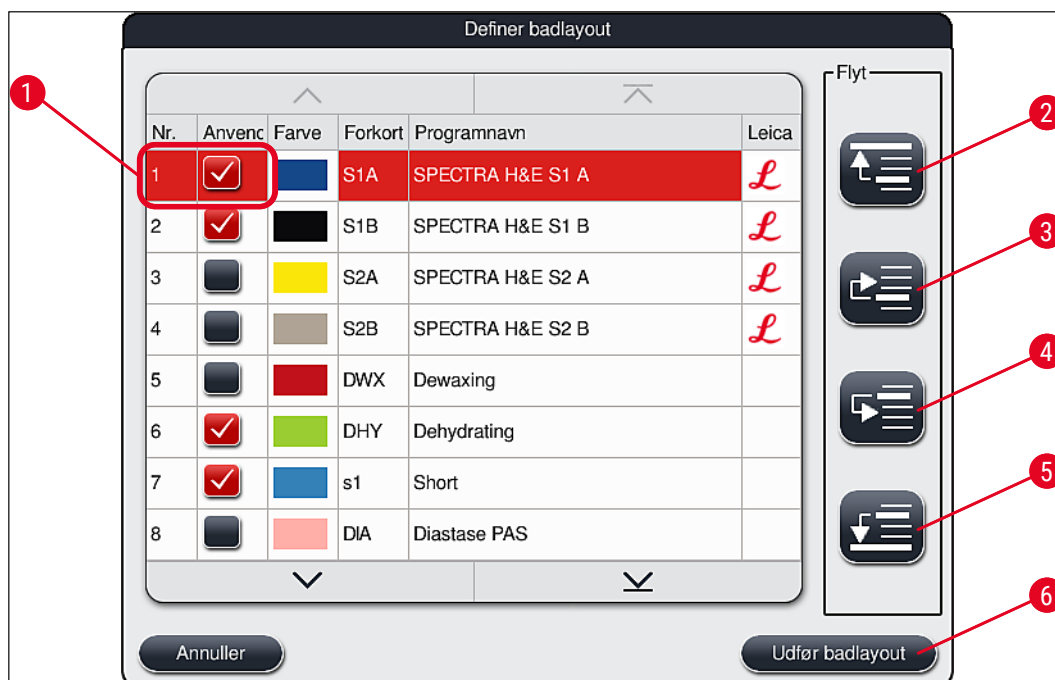

Fig. 50
- Tryk på knappen **Fortsæt** (→ "Fig. 52-4") for at fortsætte eller knappen **Annuller** (→ "Fig. 52-5") for at gå tilbage til valg af program (→ "Fig. 50").